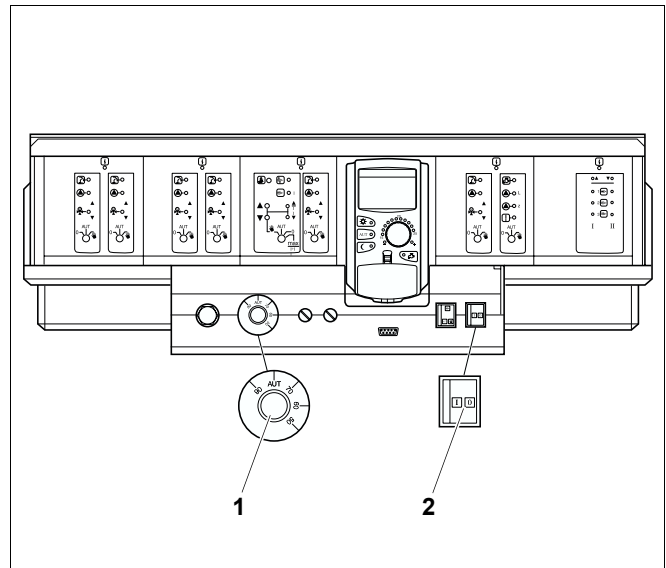

Рис. 7 Система управления Logamatic 4000
- Перевести пусковой выключатель (рис. 7, поз. 2) в положение "I" (Вкл).
- Установить регулятор температуры котловой воды (рис. 7, поз. 1) на "AUT". При поддержании постоянной температуры установить нужное значение (минимум 65 °С).
- Для подавления помех нужно перевести пусковой выключатель (рис. 7, поз. 2) в положение "0" (Выкл).
- Примерно через 3 секунды установить пусковой выключатель (рис. 7, поз. 2) в положение "I" (Вкл). Если после многократного переключения пускового выключателя газовая горелка не включается, то (см. главу 11 "Устранение неисправностей", стр. 55).